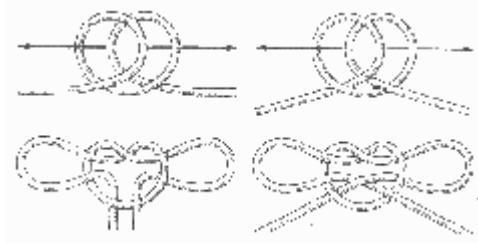

Рис. 89. “Пьяный” узел
**“Пьяный” узел** (рис. 89). В этом разделе узлов имеются узлы с двумя затягивающимися петлями. Когда тянут одновременно за ходовой и коренной концы, петли затягиваются. Этот узел на Руси испокон веков назывался “пьяным”: видимо, его применяли для усмирения не в меру разгулявшихся людей, надевая петли на запястья рук за спиной и связывая концы на груди.